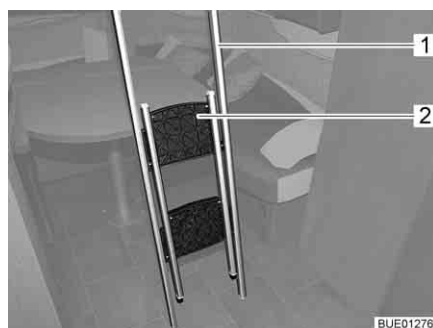
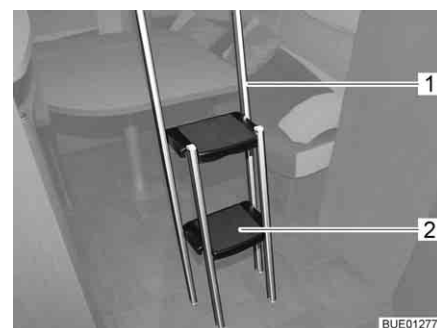

Fig. 102 Échelle de montée, repliée
Fig. 103 Échelle de montée, dépliée
- Accrocher l'échelle de montée (Fig. 100,5 ou Fig. 102,1) à la barre-poi-gnée (Fig. 100,3) du lit escamotable à l'aide des deux étriers (Fig. 100,4).
- Saisir la partie repliée (Fig. 102,2) de l'échelle de montée par le bord supérieure et la déplier jusqu'à ce que les quatre pieds reposent bien sur le sol (Fig. 103).
- Rabattre les marches (Fig. 103,2) pour retirer l'échelle de montée (Fig. 103,1).